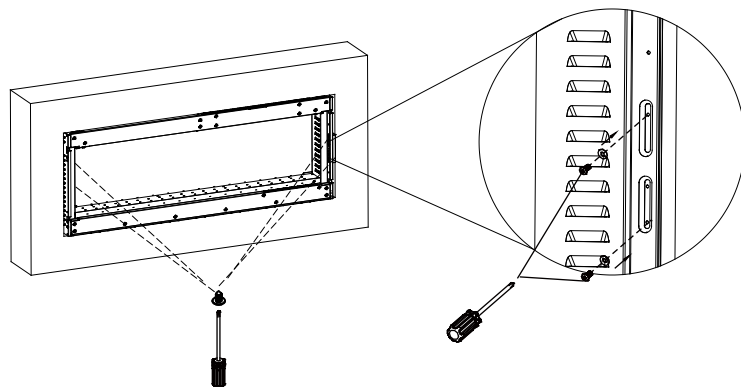

FIG. 4
- H. Insérez l'appareil sur le cadre et fixez-le à l'aide des vis (#2 x 4) fournies à l'aide des fentes de l'appareil (FIG. 4).